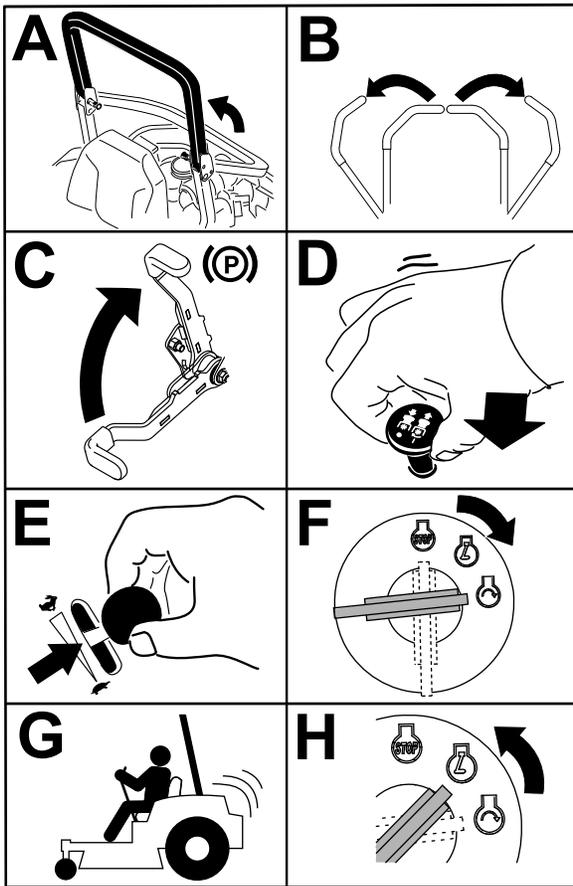

Figura 22
4. Mueva el mando de control de las cuchillas (TDF) a la posición de DESENGRANADO (**Figura 22**).